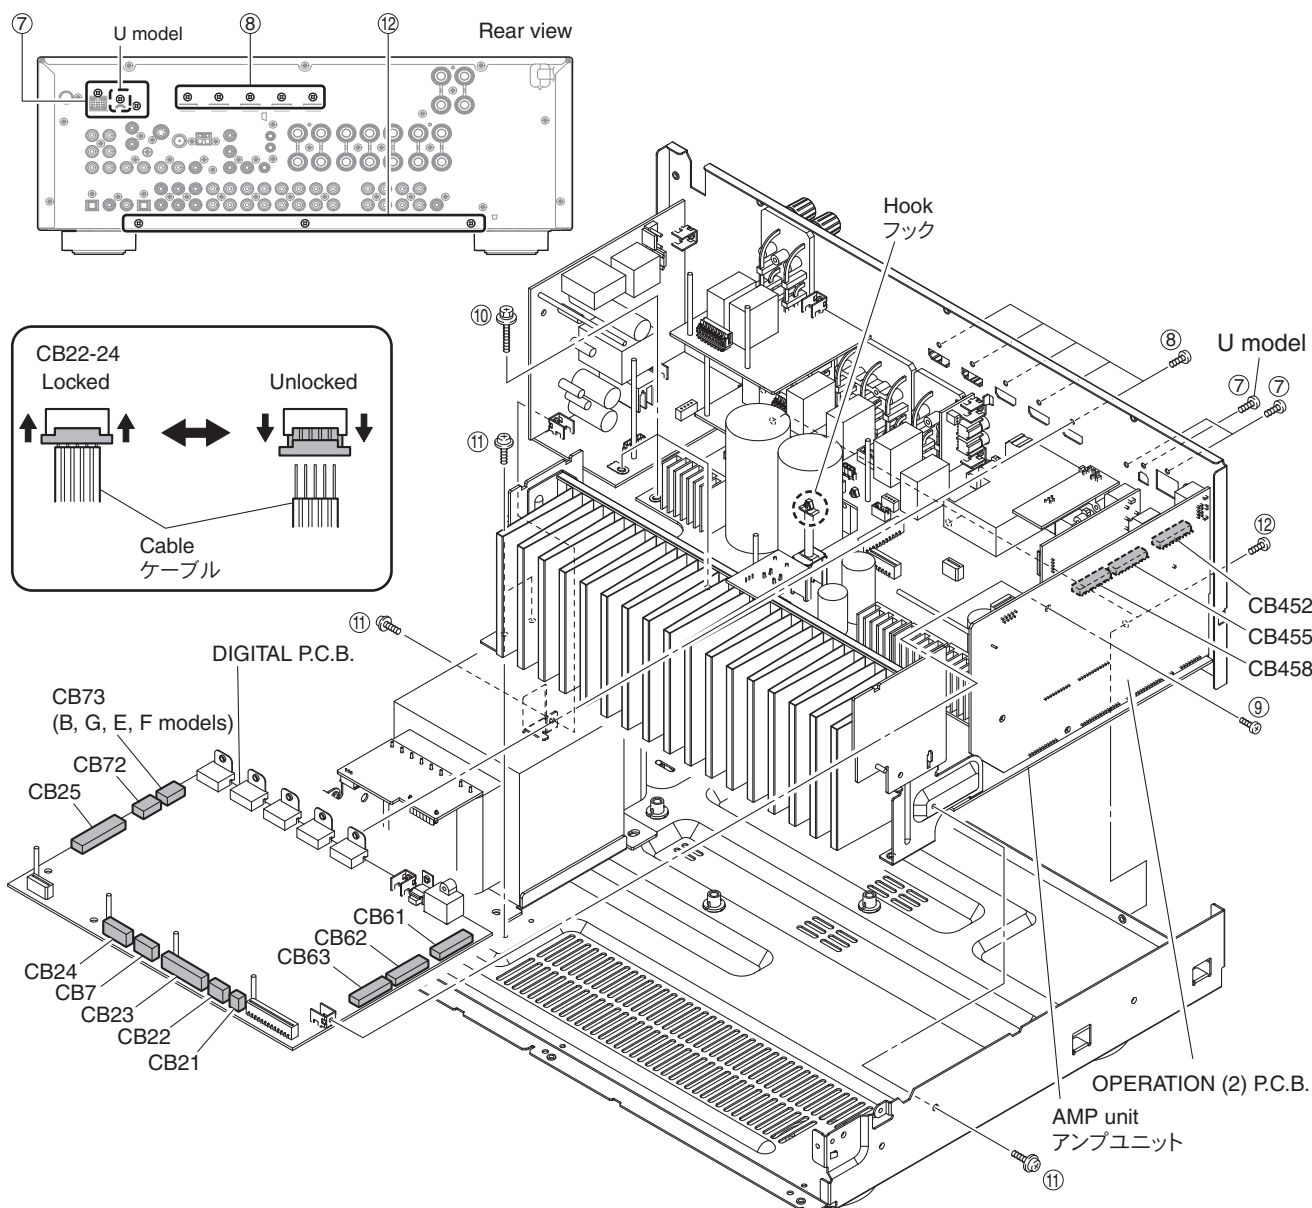

Fig. 2
- Remove 3 screws (U model) / 2 screws (C, R, T, K, A, B, G, E, F, L models) (⑦) and 5 screws (⑧). (Fig. 2)
- Remove screw (⑨). (Fig. 2)
- Remove CB7, CB21, CB25, CB72 and CB73 (B, G, E, F models). (Fig. 2)
- Unlock and remove CB22~24. (Fig. 2)
- Release hook. (Fig. 2)
- Remove the DIGITAL P.C.B. which is connected directly to the OPERATION (2) P.C.B. with board-to-board connectors. (Fig. 2)
- Remove 3 screws (⑩) and 4 screws (⑪). (Fig. 2)
- Remove 3 screws (⑫). (Fig. 2)
- Remove the amp unit. (Fig. 2)
- ⑦のネジ2本、⑧のネジ5本を外します。(Fig. 2)
- ⑨のネジ1本を外します。(Fig. 2)
- CB7、CB21、CB25、CB72を外します。(Fig. 2)
- ロックを外し、CB22～24を外します。(Fig. 2)
- フック1箇所を外します。(Fig. 2)
- DIGITAL P.C.B.を取り外します。ただし、DIGITAL P.C.B.はOPERATION (2) P.C.B.に基板対基板コネクタで直接接続されています。(Fig. 2)
- ⑩のネジ3本、⑪のネジ4本を外します。(Fig. 2)
- ⑫のネジ3本を外します。(Fig. 2)
- アンプユニットを取り外します。(Fig. 2)